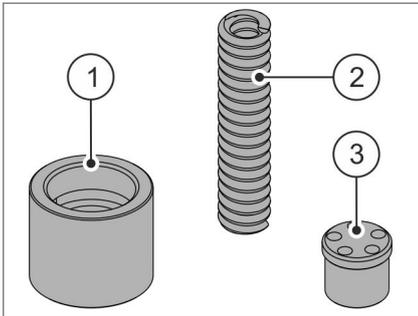

Abb. 62 Bauteile prüfen und reinigen
02. Alle demontierten Bauteile **Abb. 62/① – ③** auf Verschleiß prüfen und reinigen.